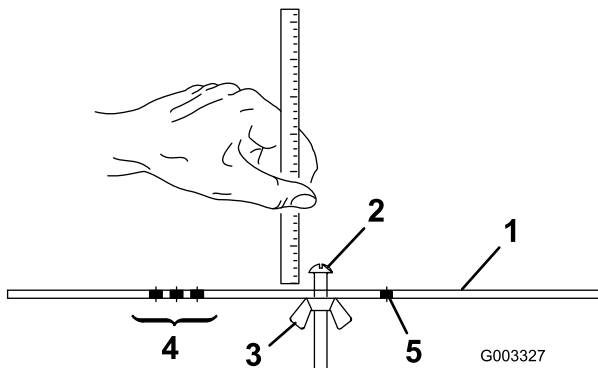

Figura 19
2. Afloje la tuerca de la barra de ajuste (Figura 19) y ajuste el tornillo para la altura de corte deseada. La distancia entre la parte inferior de la cabeza del tornillo y la cara de la barra es la altura de corte.